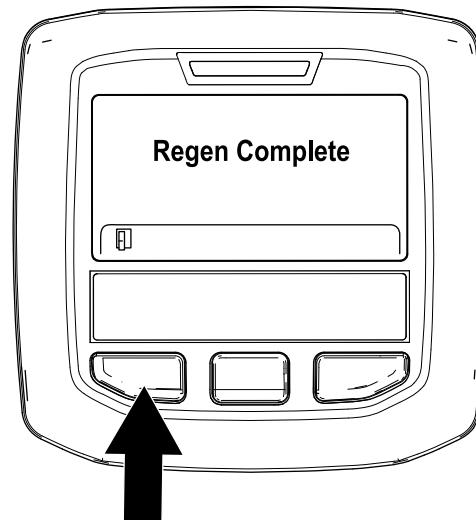

Figure 38
- La régénération en stationnement est terminée quand le message « Regen Complete » (régén. terminée) s'affiche dans l'InfoCenter. Appuyez sur le bouton gauche pour quitter l'écran d'accueil (Figure 38).